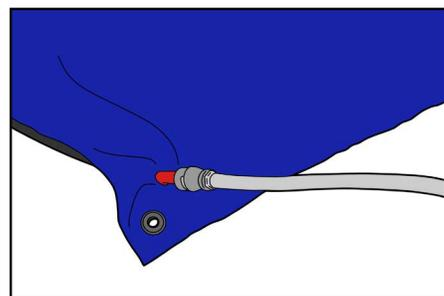

Fig. 8
2. Remplir le coussin avec un volume d'air suffisant pour éliminer les plissures. Avant de mettre en place le patient, préformer le coussin pour s'assurer qu'il est gonflé dans les zones voulues. Le niveau de vide doit permettre d'obtenir un coussin rigide mais relativement malléable, assurant le positionnement correct du patient. La rigidité du coussin peut être testée en appuyant dessus avec deux doigts (Fig. 8).